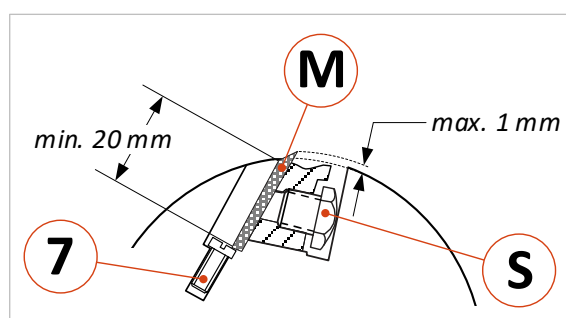

Abbildung 43: Keilleistenmesserwelle
- Die Hobelmesser (**M**) dürfen nur so weit nachgeschliffen werden, dass bei einem Messerüberstand von max. 1 mm eine Mindesteinspannlänge von 20 mm eingehalten werden kann (siehe ⇒ Abbildung 43).
- Mit dem mitgelieferten Schmalschlitz-Gabelschlüssel alle Schrauben (**S**) der Reihe nach lösen und stumpfe Messer (**M**) herausnehmen (siehe Abbildung 43).